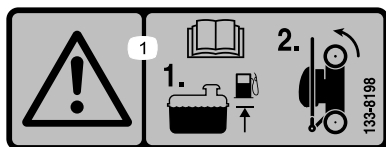

Figure 20
1. Vérifiez que le niveau de carburant dans le réservoir ne dépasse pas la limite recommandée par le constructeur du moteur; voir l'autocollant du constructeur apposé sur le moteur (Figure 20).